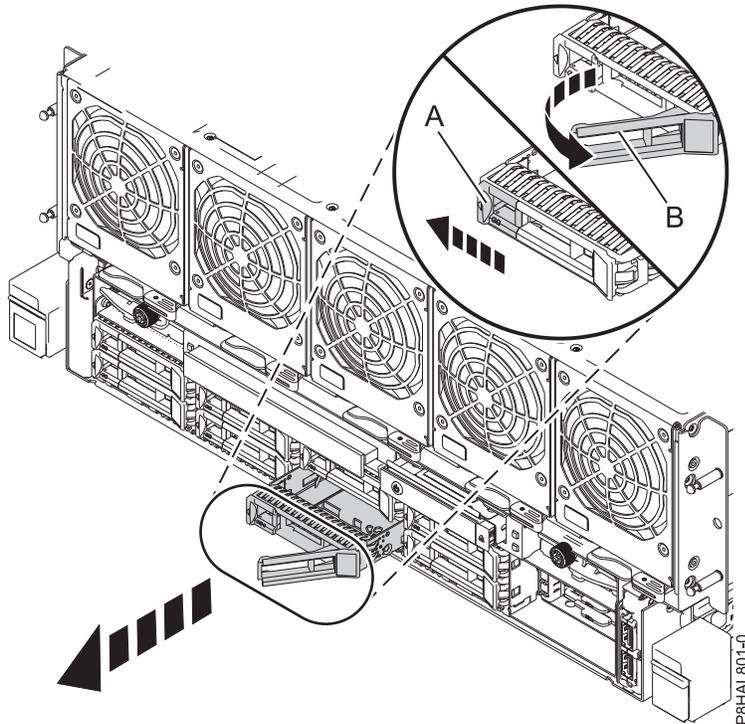

Figure 22. Retrait d'une unité de disque du système 8408-44E ou 8408-E8E
3. Lorsque le voyant d'identification s'allume et reste fixe, déverrouillez la poignée de la baie d'unité **(B)** en appuyant dessus **(A)** et en la tirant vers vous. Voir : figure 22, à la page 35. Si la poignée n'est pas complètement sortie, vous ne pouvez pas retirer l'unité SSD du système.